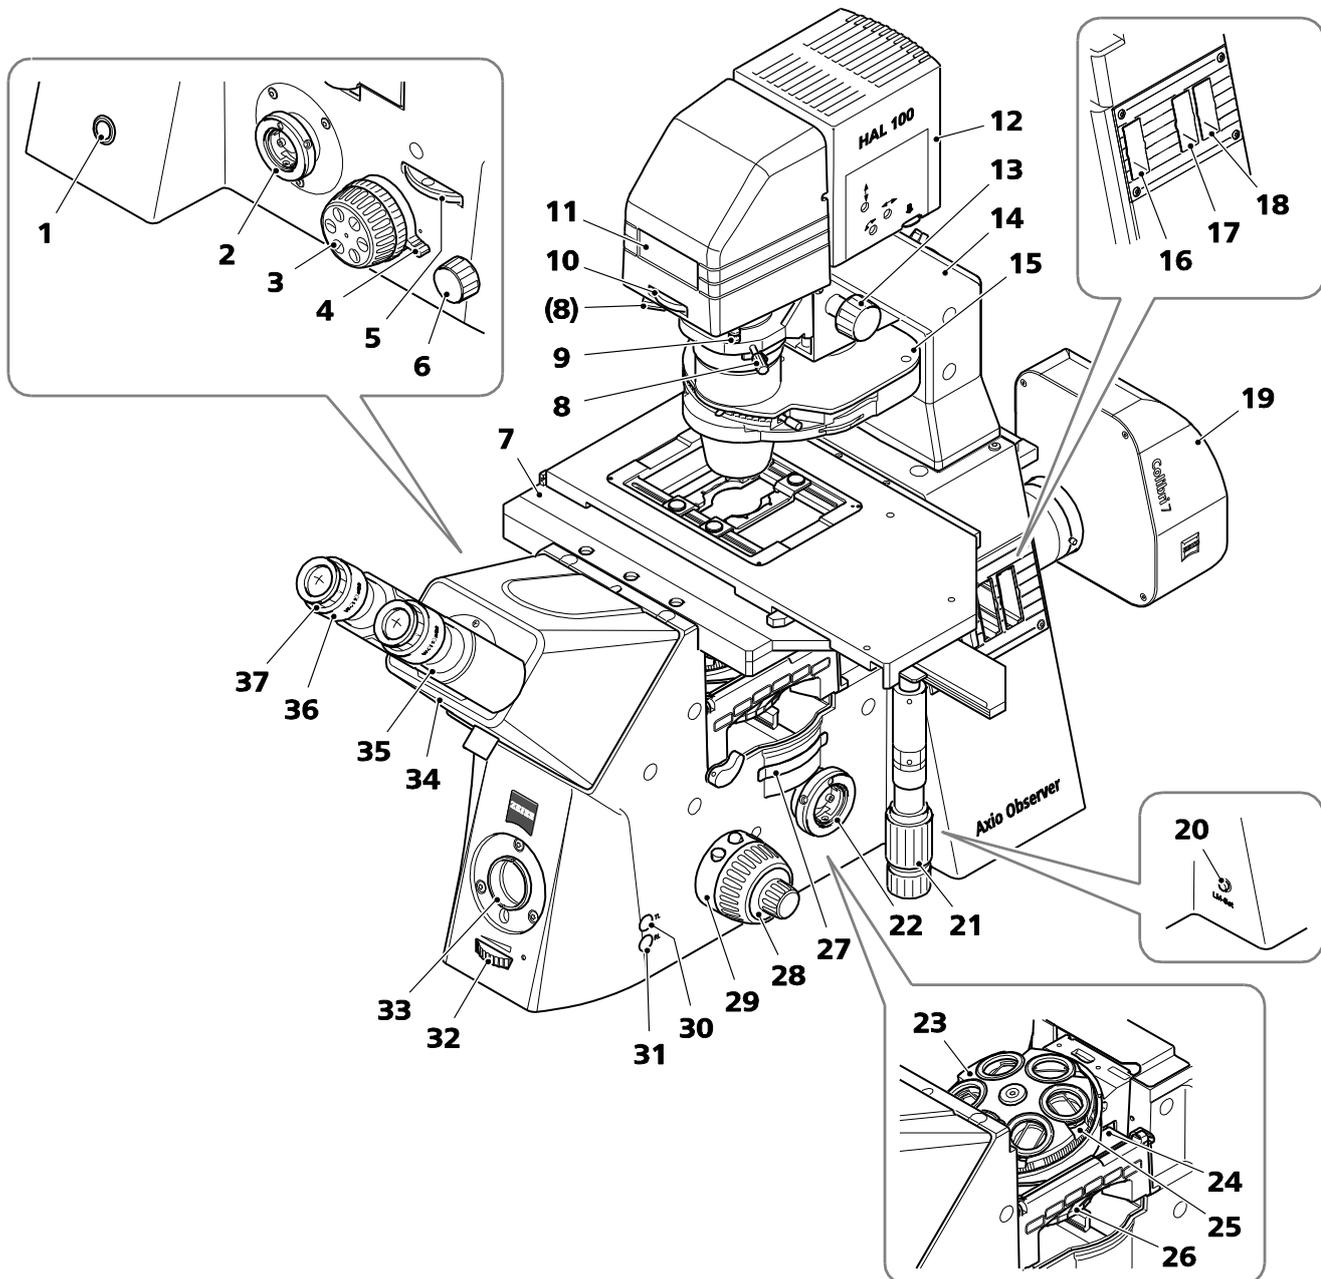
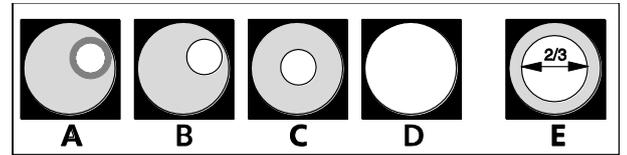

Fig. 148 Réglage du champ clair en lumière transmise (Axio Observer 5)
Fig. 149 Réglages du diaphragme en lumière transmise sur champ clair selon le principe d'illumination de KÖHLER
Légende pour Fig. 148 :
- Choisir l'objectif présentant le grossissement le plus faible (par ex. 10x - codage anneau jaune) sur la tourelle porte-objectifs (Fig. 148/23), s'assurer qu'il s'enclenche correctement.
- Régler le facteur 1x sur la molette de sélection (Fig. 148/27) de la tourelle Optovar (molette de sélection uniquement disponible sur les statifs 5 et 5 materials) ; s'assurer qu'il s'enclenche correctement.
- Ouvrir complètement le diaphragme en champ lumineux en tournant vers la gauche la commande du diaphragme du champ lumineux (Fig. 148/10) sur le support utilisé pour l'éclairage en la lumière transmise.
- Tourner la molette de sélection de la tourelle porte-condenseur (Fig. 148/15) pour la placer en position **H** pour le champ clair (si H n'est pas disponible, en position **DIC**).
- Tourner la molette de commande du port latéral (Fig. 148/5) en position 100 % vis (visuelle) (uniquement pour les statifs 3 et 5, motorisée pour les statifs 7).
- Faire pivoter le changeur de filtre à 3 positions (Fig. 148/9) en dehors du chemin optique.
- Placer un échantillon à contraste élevé sur la platine du microscope (Fig. 148/7).
- Faire correspondre la distance entre les oculaires (distance interpupillaire) à la distance interpupillaire de l'utilisateur : Pour ce faire, séparer ou pousser ensemble l'élément binoculaire (Fig. 148/35) du tube.
- Régler le point zéro de correction de l'amétropie à l'aide de la bague de réglage (Fig. 148/37) des oculaires (Fig. 148/36) :
- Utiliser la commande de mise au point rapide/précise (Fig. 148/28) pour effectuer la mise au point sur les détails sélectionnés de l'échantillon. Si aucune lumière n'est visible dans les oculaires, vérifier que la lumière est émise à partir du boîtier du dispositif d'éclairage halogène. Si aucune lumière n'est émise, allumer le dispositif d'éclairage halogène en appuyant sur le bouton TL (Fig. 148/30).
- Régler l'intensité lumineuse à un niveau confortable à l'aide de la molette de réglage de l'éclairage (Fig. 148/32).
- Fermer le diaphragme en champ lumineux (Fig. 148/10) jusqu'à ce qu'il soit visible dans le champ de vision (pas nécessairement dans le foyer) (Fig. 149/A).
- Faire la mise au point sur le bord du diaphragme de champ lumineux (Fig. 149/B) en réglant la hauteur du condenseur (Fig. 148/13).
- Centrer (Fig. 149/C) le diaphragme du champ lumineux à l'aide des vis de centrage (Fig. 148/8) et l'ouvrir jusqu'à ce que le bord du diaphragme disparaisse du champ de vision (Fig. 149/D).
- Pour régler le diaphragme de l'ouverture, retirer un oculaire du tube de l'oculaire et régler le diaphragme de l'ouverture du condensateur à environ $2/3$ du diamètre de la pupille de sortie de l'oculaire (Fig. 149/E).